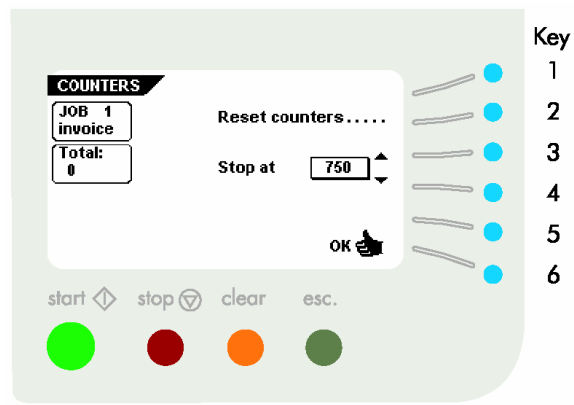

Fig. 23
Tras presionar la tecla **1** en el **main menu** (1), el display muestra el menú **counters** (contadores) (fig. 23). El menú **counters** muestra las siguientes funciones:
- guardar los ajustes del contador con **OK** (tecla **6**), lo que le devuelve al **main menu** (1).